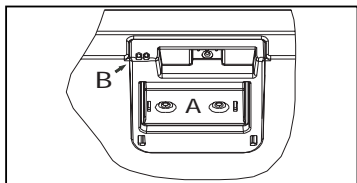

Figure 6.
8.2. Éclairage intérieur (Fig. 6)